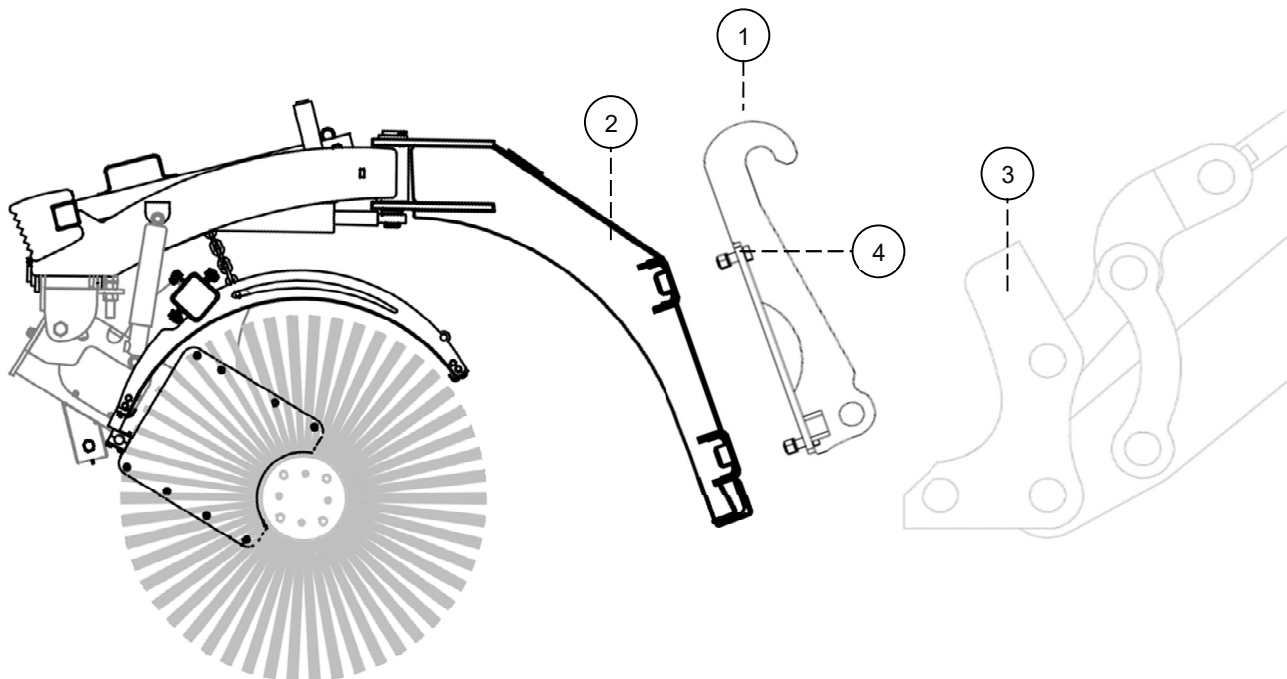
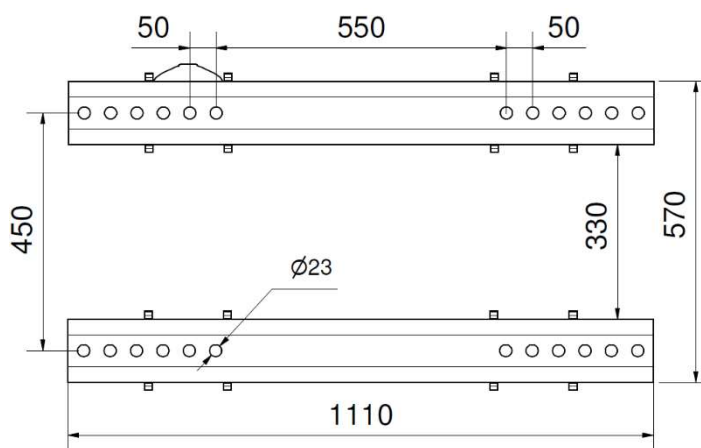

Bild.6
Bild.7 – Hållbild.
Typ av redskapsfäste / krok (1) mot redskapsbärarens redskapsfäste (3) eller upphängning skall alltid anges vid order av SVX-sopvals. Se Bild.6 för benämning av de olika delarna. Det är viktigt att använda rätt åtdragningsmoment; **M20 (420Nm)** och **M16 (215Nm)** för alla bultar (4) vid montering av redskapsfäste / krok (1) mot sopvalsens kopplingsram (2). Kopplingsram hållbild – se Bild.7.